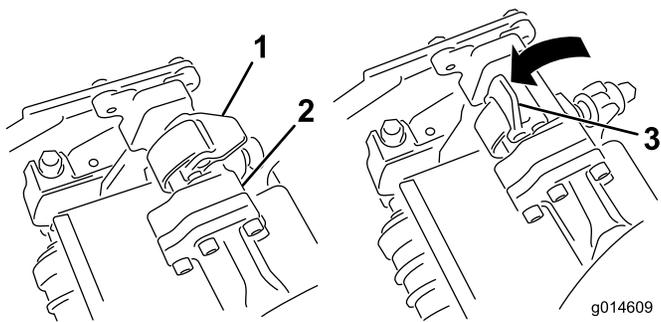

図 35
4. サスペンション・アームのバーについているラッチを上向き（開いた状態）にして（図 35）、サスペンション・アームを押し下げて、バーを、カッティングユニットのバーの上に被せるようにする（図 36）。
5. ラッチを下げると閉じるとカuttingユニットのバーがロックされてユニットがアームにセットされる (図 35)。
5. 取り外したいカッティングユニットのサスペンション・アームのバーについているラッチを開く (図 35)。